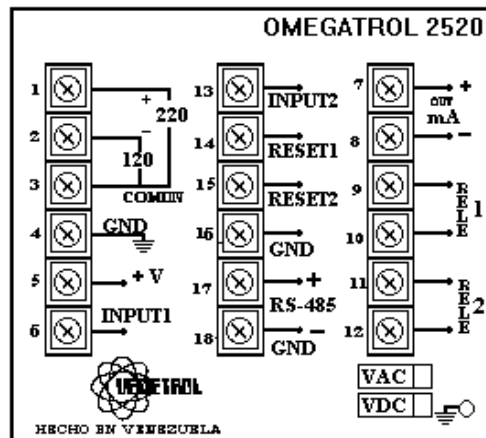

Fig. 5.1. - Diagrama General de Conexiones.
- C. Efectuar las conexiones de los sensores, contactos de relé y la alimentación según el esquema dado en el “Diagrama general de Conexiones” mostrado en la fig. 5.1
Nota 1: El alimentar inapropiadamente puede causar daños al instrumento. Para 120 Vac, tomar nota de la regleta de la selección de voltaje ver fig. 5.1